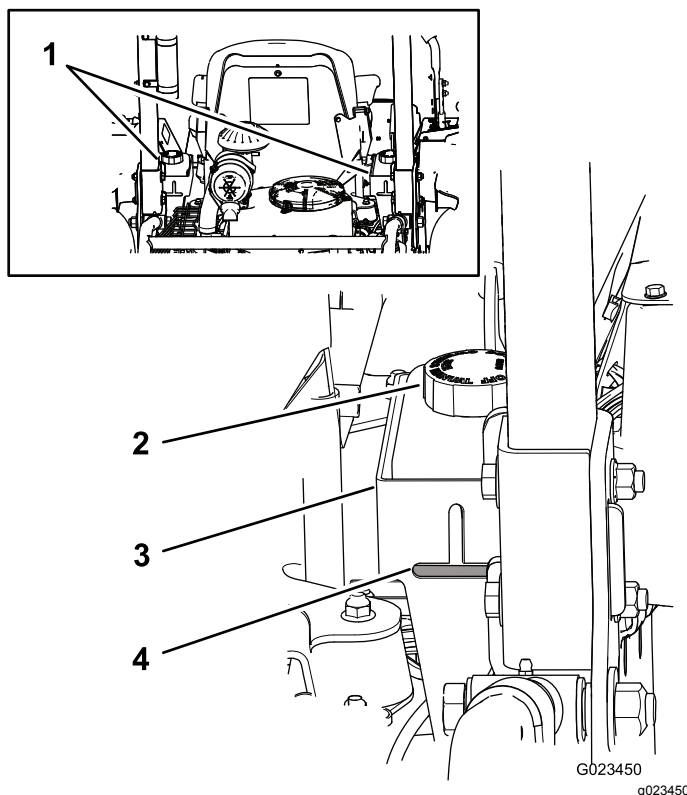

图17
机器的两个液压油箱在出厂时已加满高品质液压油。检查液压油的最佳时间是液压油冷却时。机器应处于行走配置中。如果液压油油位低于液压油箱 图17 背面的观察窗口水平部分的顶部请添加液压油直至液压油油位达到可接受的油位。**切勿将油箱加得过满。**如果液压油油位位于观察窗口水平部分的顶部则无需添加。推荐的替代液压油为
注意 液压油油位应达到每个开口的底部如 图17 中所示。
- 清洁液压油箱盖周围的区域防止杂物进入系统图17。